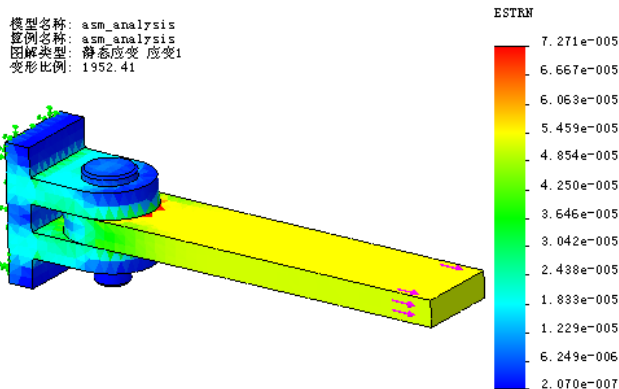

图 12.4.15 应变 (等量) 图解
Step3. 在算例树中右击  应变1 (-等量-)，在弹出的快捷菜单中选择 **显示(S)** 命令，系统显示图 12.4.15 所示的应变 (等量) 图解。